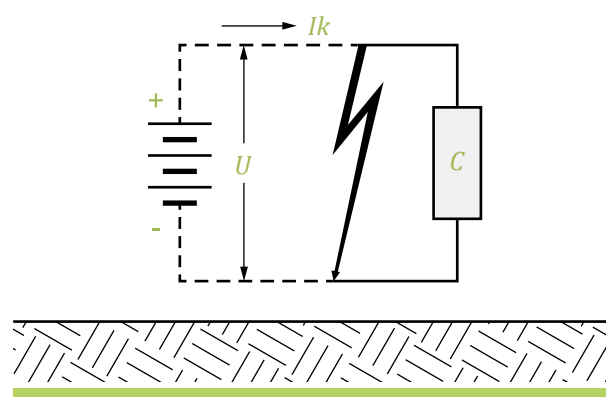

Figura 7
- » Primer caso: En el caso de producirse una falla como la mostrada en la figura 7, se establecerá la corriente de cortocircuito I_k , la cual quedará determinada por el valor de la tensión U y la resistencia eléctrica de los cables circuito involucrado.